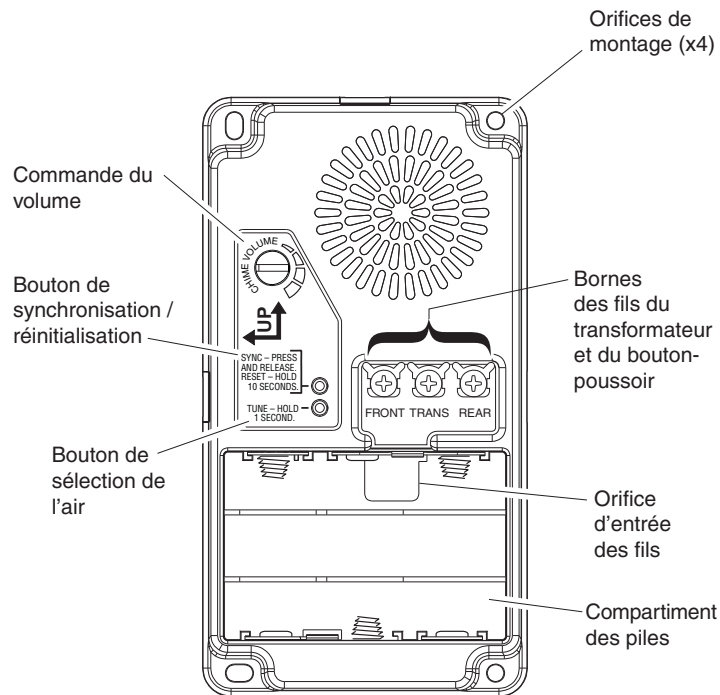

Figure 1
6. Déterminez l'orientation appropriée du socle du carillon de rechange (flèche vers le haut). Le style du couvercle donne une idée de l'orientation (voir la Figure 1).